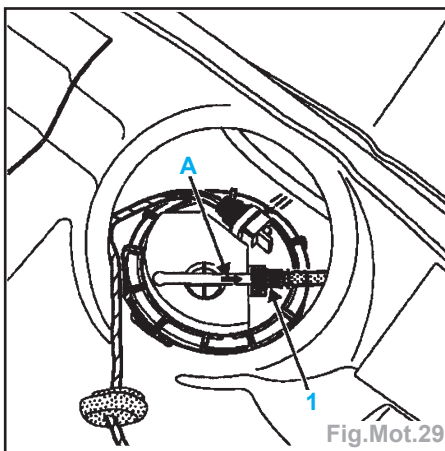

Fig.Mot.29
- Débrancher le raccord rapide (1) (Fig. Mot.29).